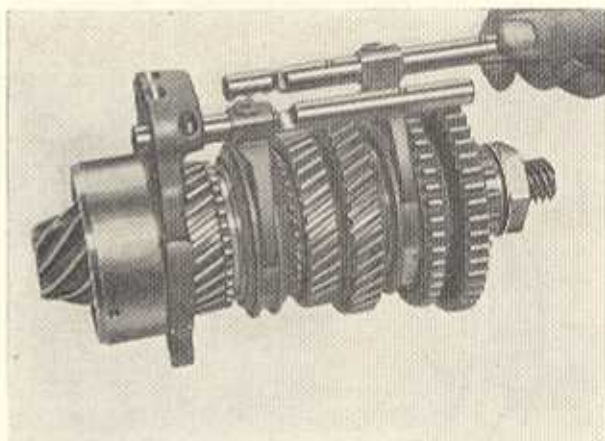

Bild G 109. Schaltstange für 1. und 2. Gang einführen
7. Für den 1. und 2. Gang die Schaltgabel in spiegelbildlicher Lage zur Schaltgabel für 3. und 4. Gang in die Schaltnut des Schaltrades einlegen und die weiteren Arbeitsgänge nach Punkt 6 vornehmen (Bild G 109).